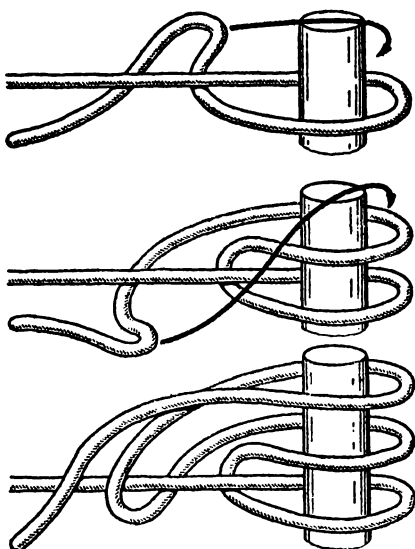

Рис. 18. Буксирный узел
**Буксирный узел** (рис. 18). Этот узел используют для крепления троса на буксирном гаке или на битенге. Им можно задерживать или стравливать буксирный конец. Благодаря последовательному наложению на битенг нескольких шлагов троса буксирный конец можно травить с битенга, а при ослаблении натяжения буксира выбирать его снова в виде петель, накидываемых сверху на битенг.